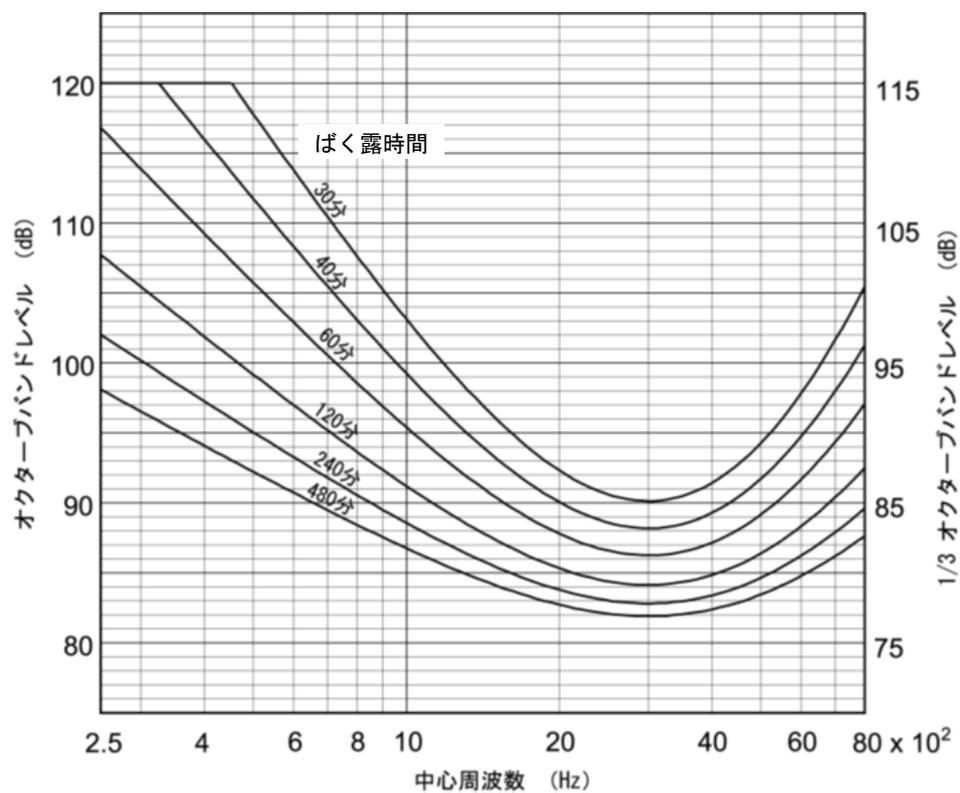

図2 騒音のばく露許容基準
- ① 日本産業衛生学会の騒音のばく露許容基準（図2）を用いて、この騒音のばく露許容時間 [分] を、計算過程を示し、求めよ。（有効数字2桁）
- ② この騒音の **K** を、計算過程を示し、求めよ。（有効数字3桁）
- ③ この騒音現場で作業者が耳栓（SNR 値：25 dB）を使用するとき、耳栓装着後に期待される作業者の **B** を、計算過程を示し、求めよ。（有効数字2桁）